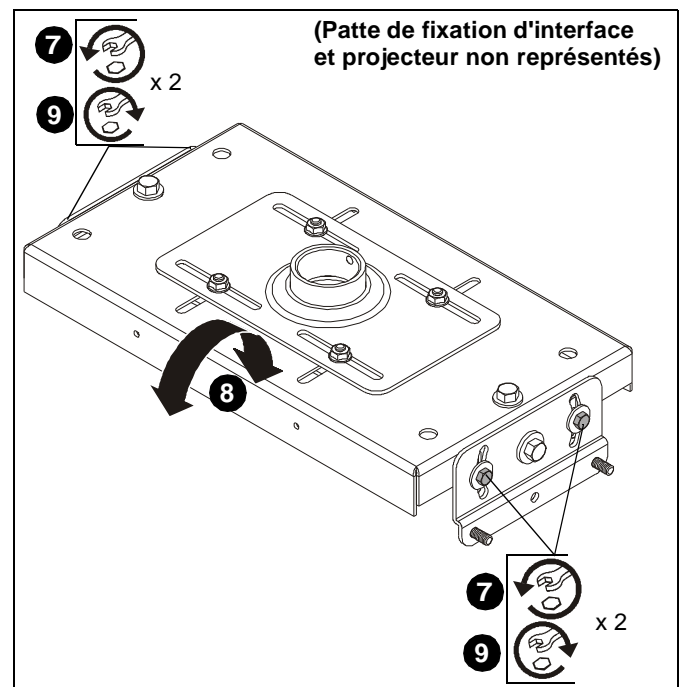

Figure 6
**Inclinaison (élévation verticale)** (Voir la Figure 6)